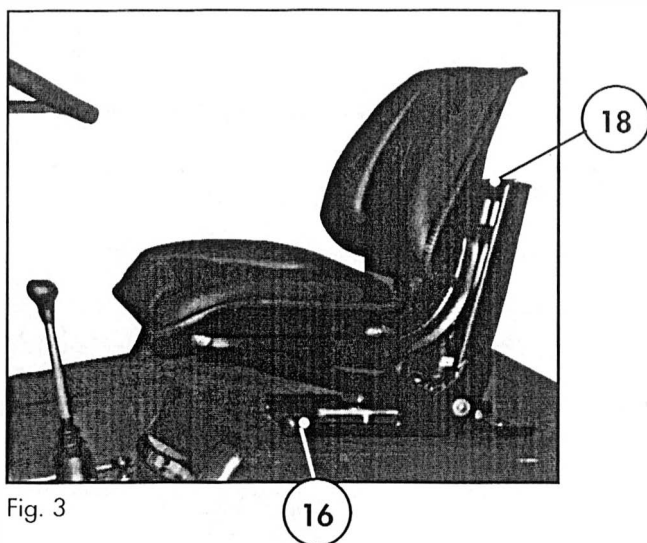

Fig. 3
- 2) El asiento dispone de regulación longitudinal, mediante el mando 16. (Fig. 3) y regulación de acuerdo al peso del conductor, mediante el mando 18 (Fig. 3).